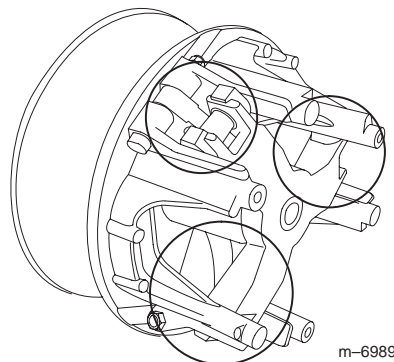

Figura 31
5. Lubrifique as peças móveis nas áreas assinaladas com um círculo na figura 31 utilizando o Dry Lubricant Spray da Toro, disponível no revendedor ou distribuidor autorizado Toro.